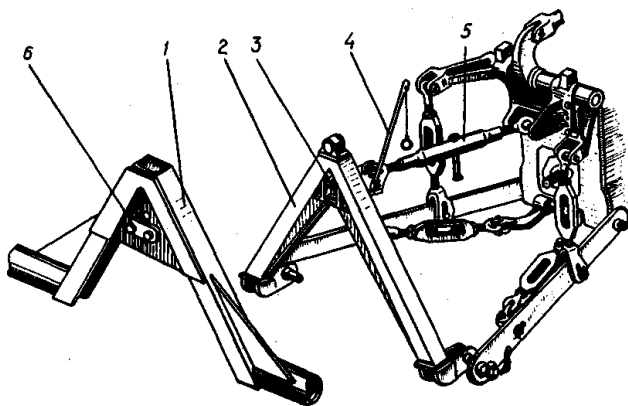

Рисунок 3 - Механизм навески
5.2.2 Отрегулировать, при необходимости, положение планки регулировочной 6, обеспечив минимальный зазор между планкой и зубом собачки (рис. 3). Регулировку производить поворотом эксцентрических шайб.